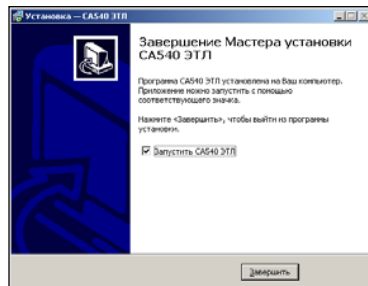

Рисунок 8.7
6) На екрані з'явиться вікно (рисунок 8.7). Для завершення встановлення програми клацнути по кнопці **Завершить**, на Робочому столі з'явиться ярлик "CA540 ЭТЛ".